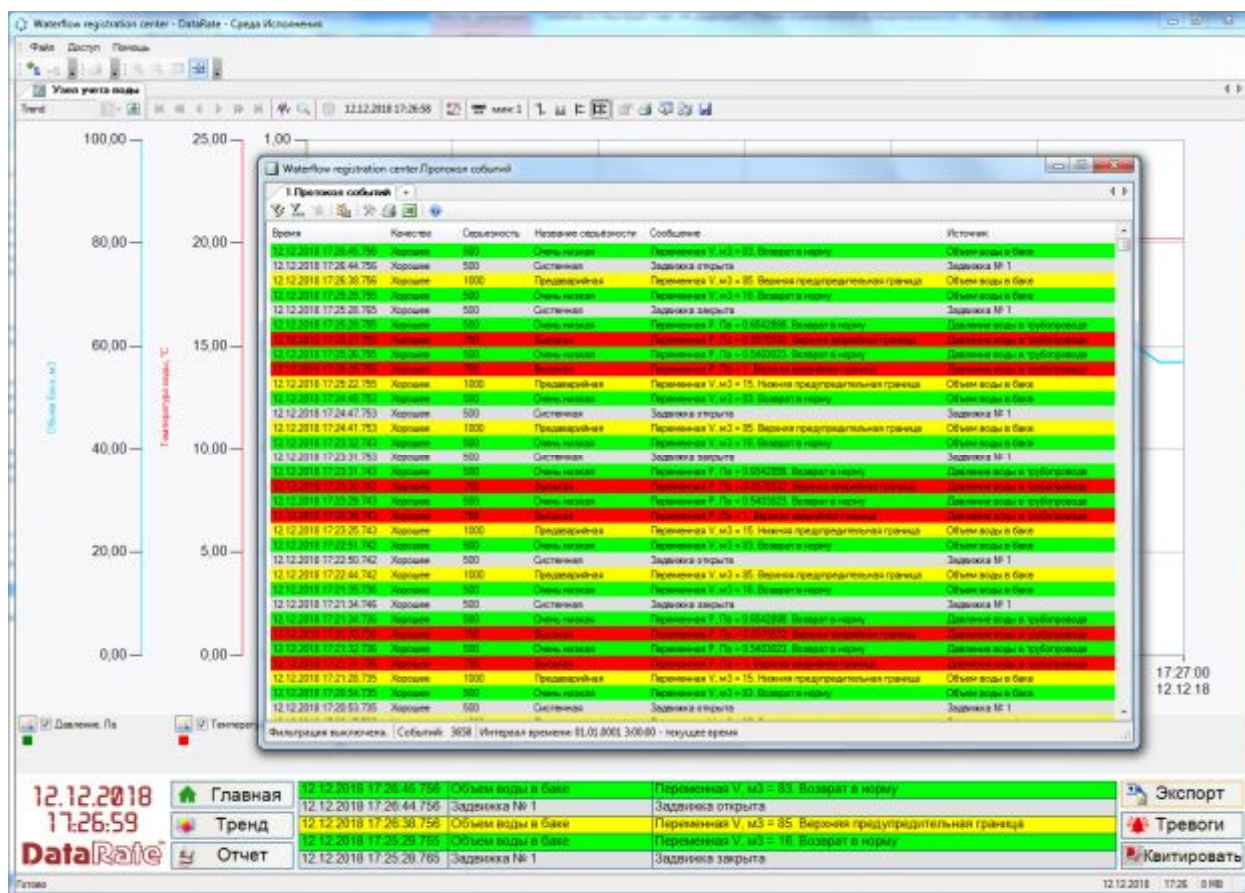

Рисунок 3.8 – Среда исполнения. Протокол событий в отдельном окне
- 5 Щелчком по элементу **Протокол событий** на панели кнопок переходов вызовите системное окно протокола событий (рисунок 3.8).